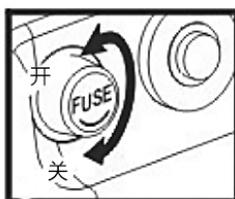

图19
- 保险丝在点烟器接口上面，不要拧的过紧。（图19）
如果输出过载，造成保险丝熔断。关闭移动电源，拧开保险丝盖（图19），取出旧的保险丝，换上一个好的2A保险丝，重新拧紧。